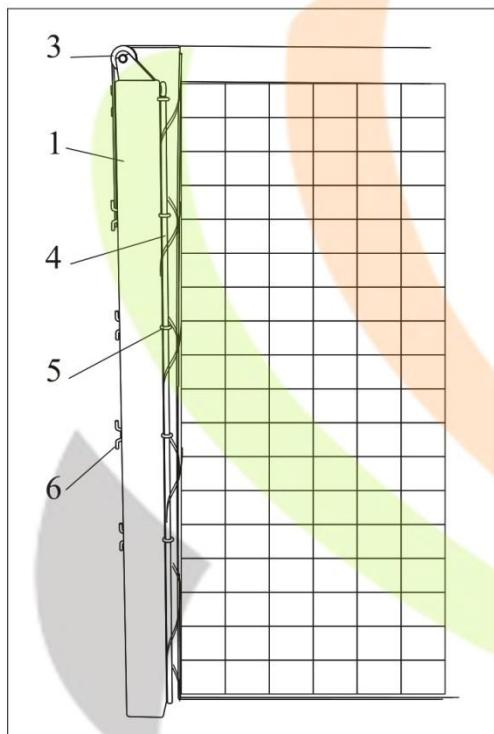

Рис. 1
- верхний трос сетки перекинуть через ролик **3** пассивной стойки **1** и затянуть на одном из крючков (утке) **6**, в зависимости от длины троса (см. рис. 1);
- закрепить сетку к стойкам при помощи шкворней **4**, продевая сверху вниз шкворни в кольца **5** стоек, попутно нанизывая петли сетки (рис. 1,2).